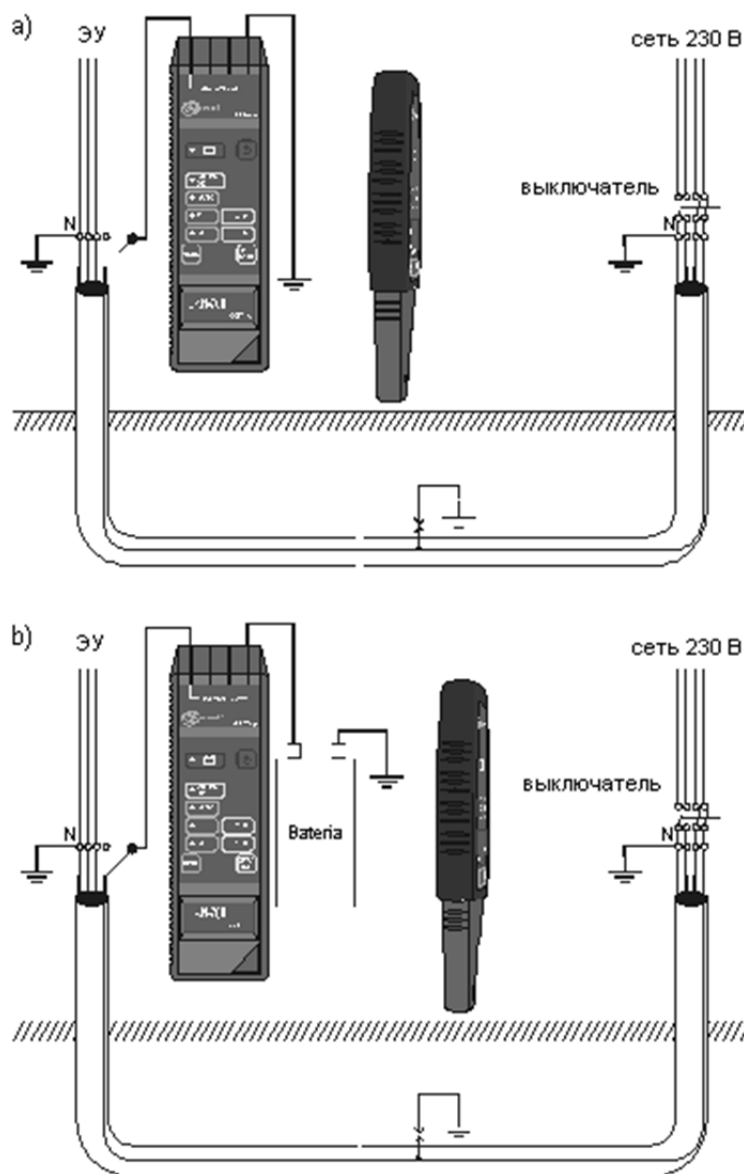

Рис.24 Поиск места пробоя кабеля на землю
- Соединить один из разъемов **1**, **2** генератора к заземлению, другой – к отключенному фазному проводнику (Рис.24.а);
При большом сопротивлении проводника напряжение, создаваемое генератором, может быть недостаточным для необходимой величины тока: 10 мА, 20 мА или 40 мА (диод **9** **«OUTPUT OK»** не светится). Нужно между генератором и одним из проводов включить дополнительный источник питания с достаточно высоким напряжением (Рис.24.б) и изменить режим работы генератора на «токовый» **«M»**. В схеме с рис. 24., а можно также применить «силовой» режим **«E»**, помня об установлении режима работы приемника «токовый» **«M»**.